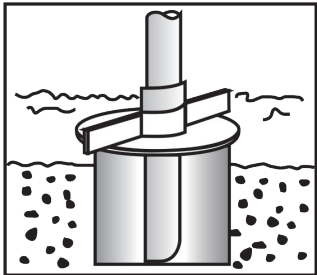

Figura 10 - Tampa do poço
- Antes de conectar o último tubo, deve-se encaixá-lo na tampa do poço (flange de boca de poço), conforme mostra a figura 10.